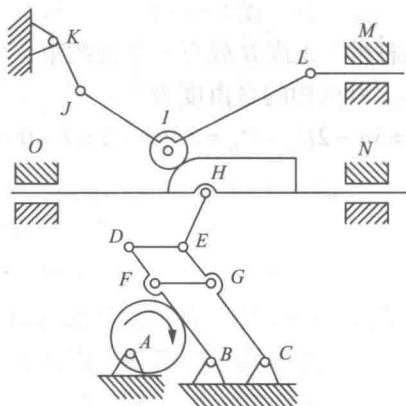

图 1-3-1
1. 试计算图 1-3-1 所示机构的自由度，如有复合铰链、局部自由度和虚约束，需明确指出。图 1-3-1 中画箭头的构件为原动件，DE 与 FD 平行且相等。[厦门大学 2013 研]